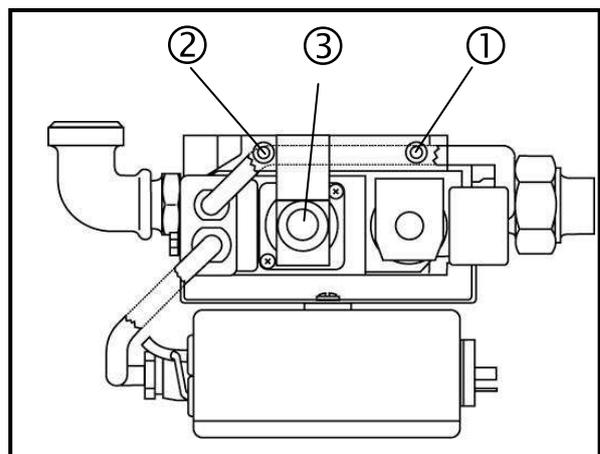

Fig. 28: Vue de dessus de l'ensemble allumage sécurité (modulant)
- ⇒ Ouvrez la prise de pression amont (1). (Fig. 28)